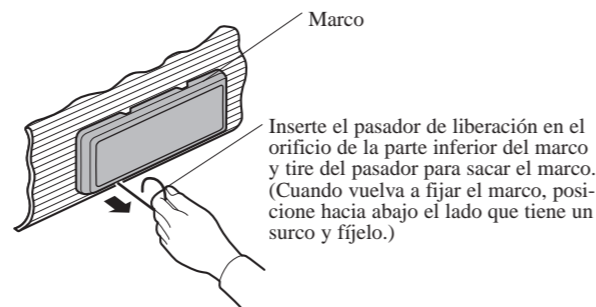
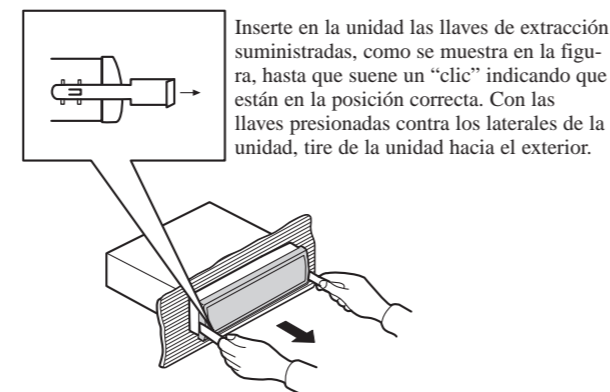

Fig. 5
Fig. 6
**Retirar la unidad (Fig. 5) (Fig. 6)**